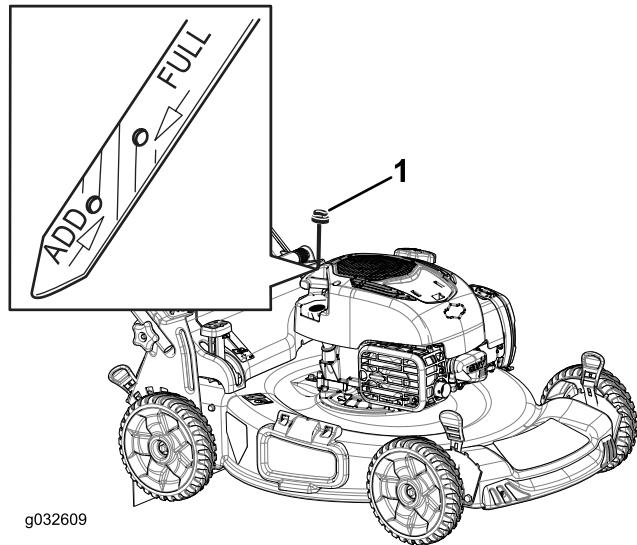

Рисунок 31
2. Извлеките масломерный щуп (Рисунок 31).
4. **Медленно** заливайте масло в маслозаливной патрубок до соответствующей отметки **Full (Полный)** на масломерном щупе (Рисунок 31). **Не допускайте переполнения.**